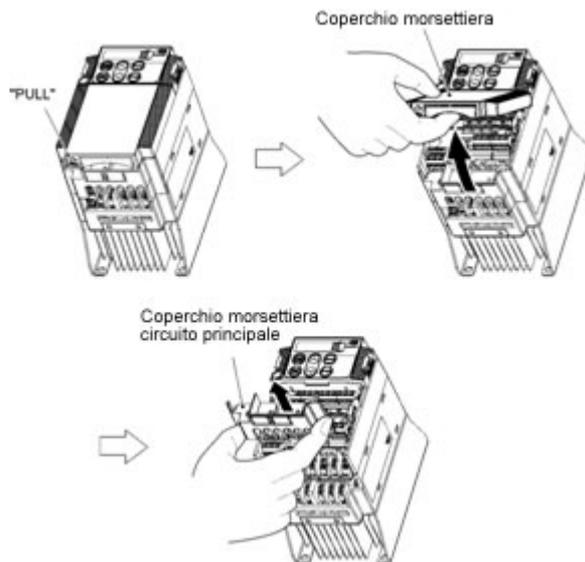

Figura 4.1 Come togliere i coperchi (per inverter con potenza inferiore a 5.5 kW)
(1) Per inverter con potenza inferiore a 5.5 kW
- ① Per togliere il coperchio della morsetteria, mettere un dito nella cavità (con la scritta "PULL") e tirare il coperchio verso l'alto e verso di sé.
- ② Per togliere il coperchio della morsetteria del circuito principale, afferrarlo da entrambi i lati e sfilarlo verso di sé (figura 4.1).